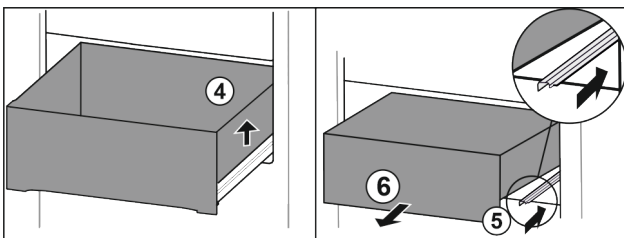

Fig. 128
- ▶ Підняти висувний ящик праворуч. Fig. 128 (4)
- ▶ Вставити праву рейку. Fig. 128 (5)
- ▶ Вийняти висувний ящик рухом вперед. Fig. 128 (6)